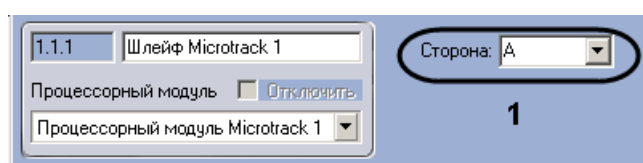

Рис. 3.4—2 Настройка шлейфа Microtrack
2. Из раскрывающегося списка **Сторона** выбрать идентификатор кабеля *Microtrack* (см. Рис. 3.4—2, 1).